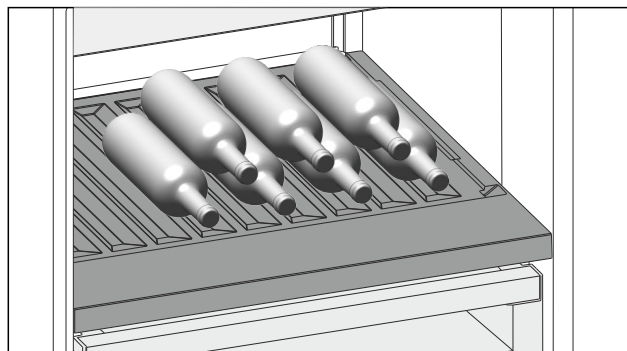

Fig. 145
- ▶ Láhve ukládejte dnem dozadu k zadní stěně. (viz Fig. 145)